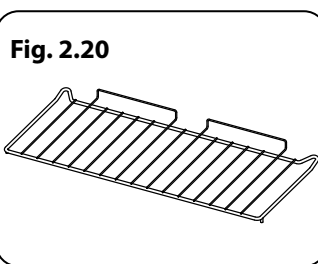

Fig. 2.20
- Deux grilles totalité du four (**Fig. 2.20**)